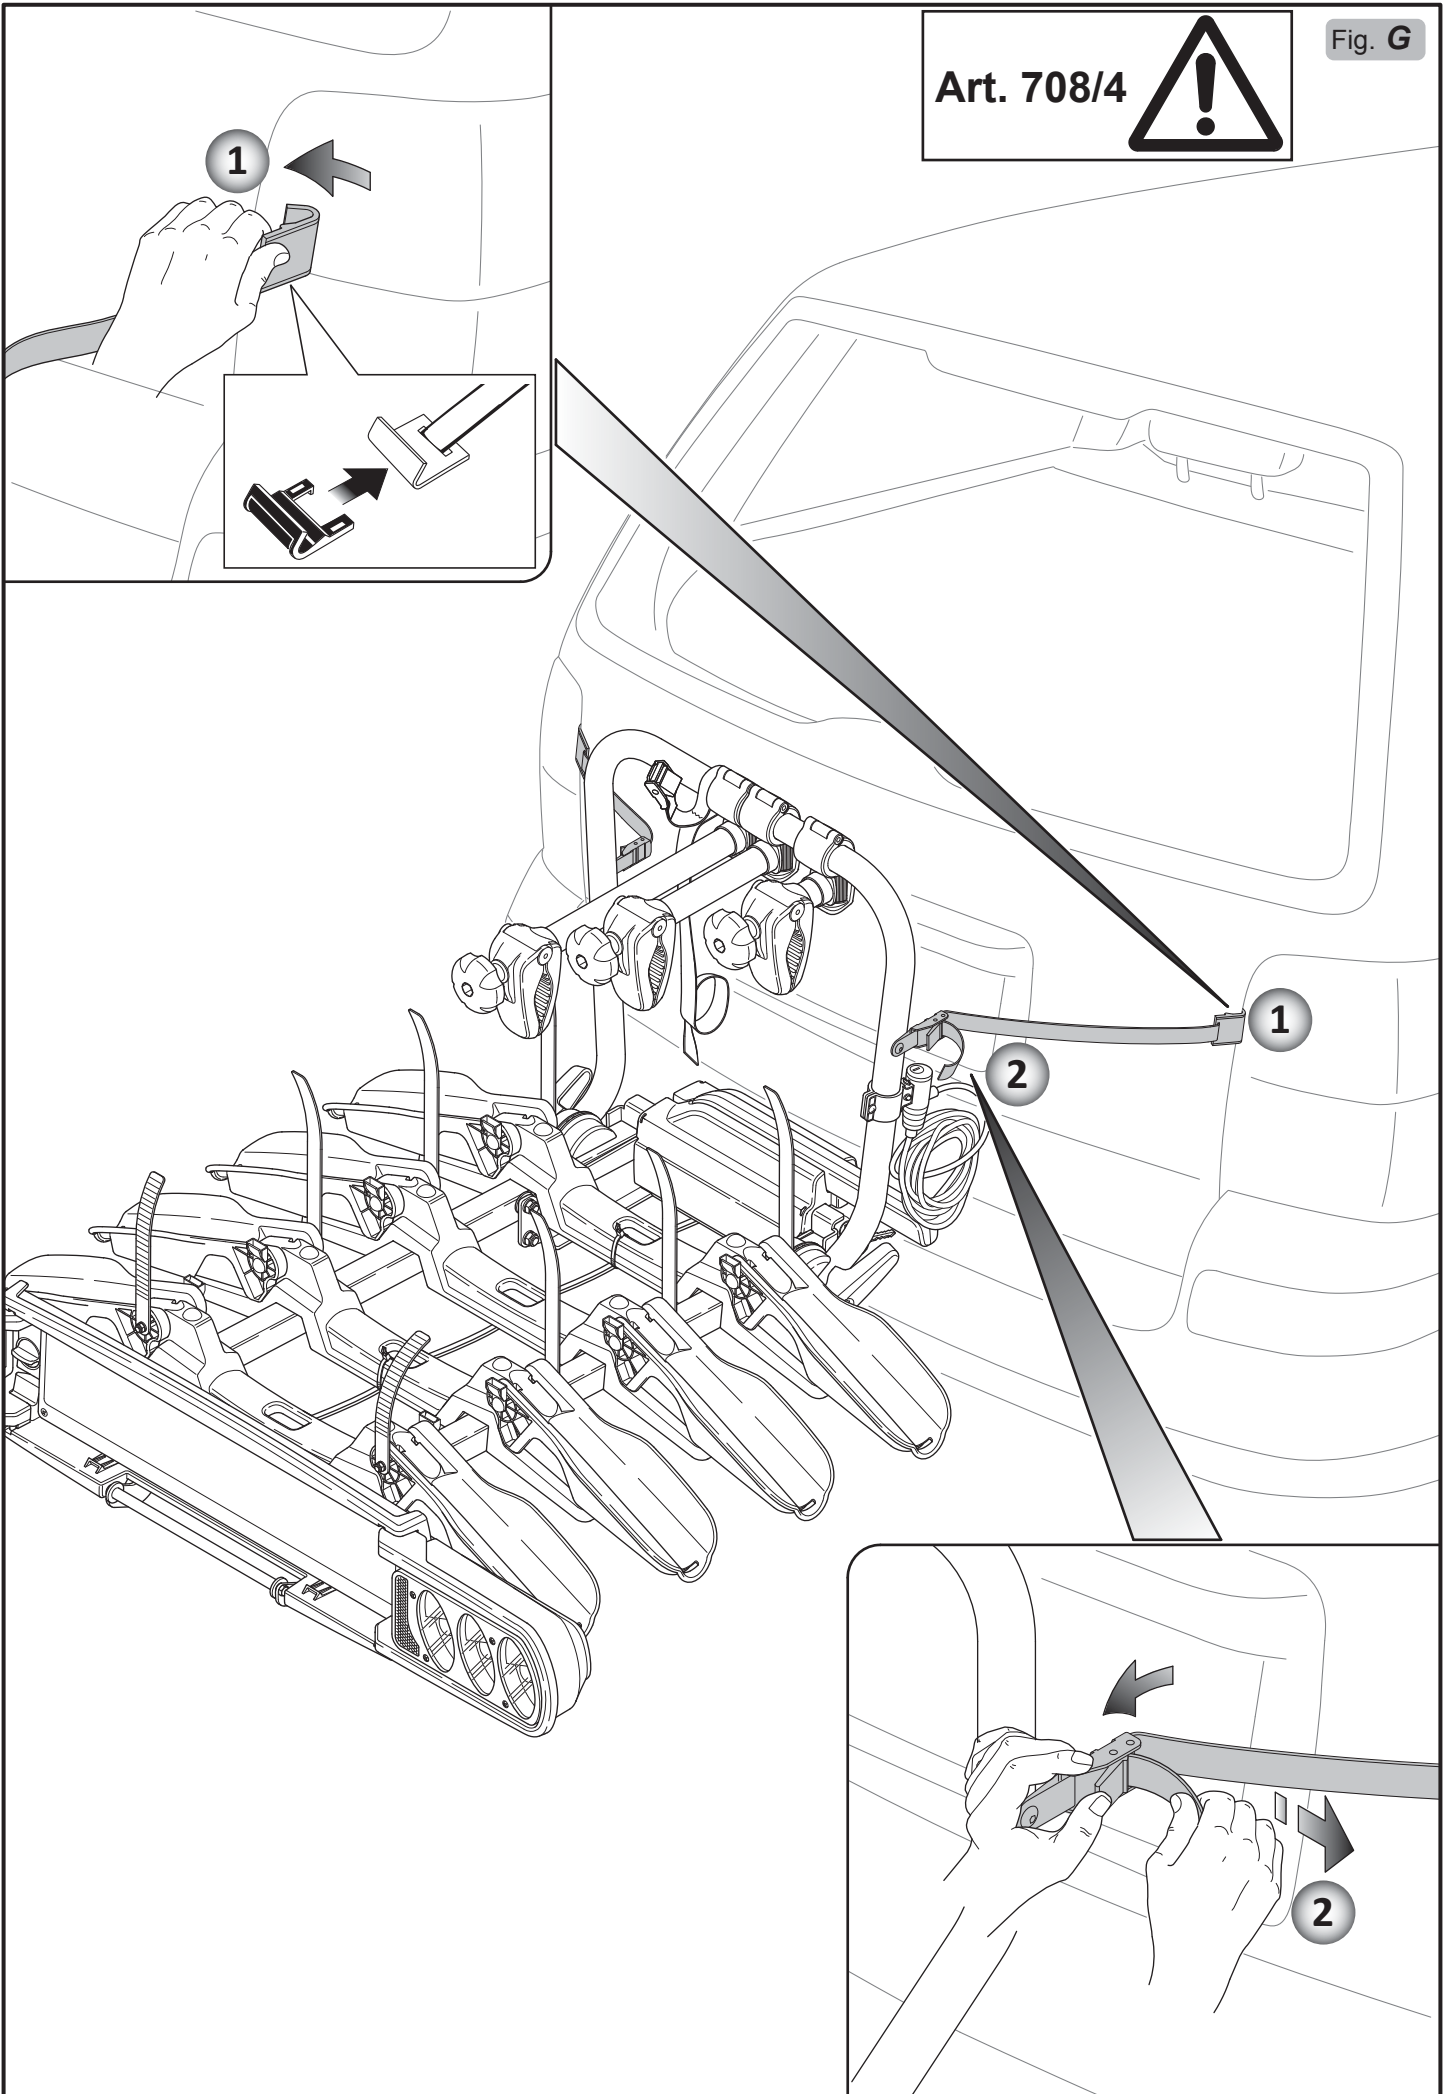

Fig. H2
**IMPORTANT:** For safe transportation of the load the bike carrier is supplied trap for tying es to the fixing arch . Check that the belt is mounted correctly by pulling on it (**4 Fig. H2**).
**WICHTIG:** Für den sicheren Transport der Last ist der Fahrradträger mit einem Riemen ausgestattet, mit dem alle Fahrräder am Befestigungsbügel festgezurrten werden müssen. Vergewissern Sie sich durch ausreichendes Spannen des Riemens, dass dieser korrekt montiert ist (**4 Abb. H2**).